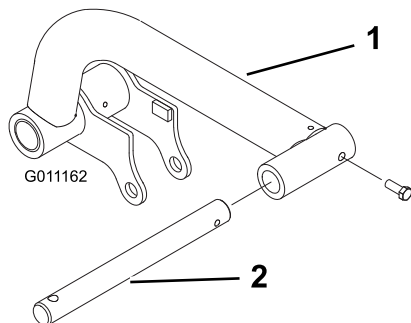

図 9
- 左右の昇降アームにそれぞれピボットロッドを差し込み、取り付け穴を整列させる図 9。